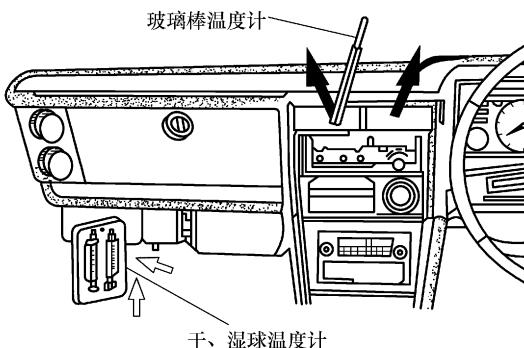

图7-4 测定相对湿度和空气温度
2) 将干、湿球温度计放在冷气系统进风口处,把玻璃棒温度计放中央通风口位置,如图7-4所示。